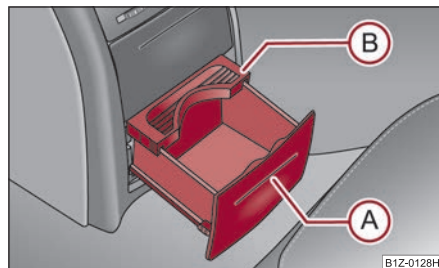

Fig. 108 Consola centrală spate: Suportul pentru pahare
- Apăsați capacul în zona (A) ⇒ fig. 108 - suportul pentru băuturi iese.
- Reglați suportul pentru băuturi deplasând placa de siguranță (B).